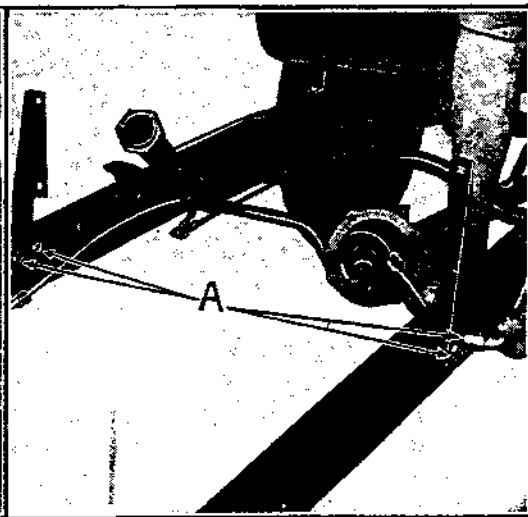

Fig. 78
**85** — Monter les supports du tablier en passant les 4 boulons de fixation des supports au châssis. (Voir A, fig. 78.) Bloquer les écrous et les goupiller. (A la suite d'une modification, les supports sont maintenant montés avec un seul boulon par support.)